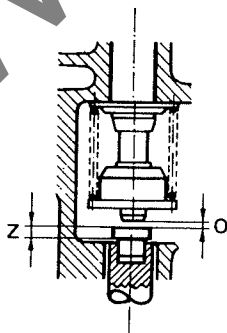

Bild 5
Ventilspiel (0, Bild 5) mit einer Fühlerlehre zwischen Ventilschaft und Stößelkopf messen. Der Stößel muss auf unterem Totpunkt stehen; d.h. das Ventil muss geschlossen sein. Die Stößelköpfe gibt es in verschiedenen Bodendicken (Z) von 1,9 mm bis 4,5 mm, in Abstufungen von 0,10 mm. Bei Bestellung gewünschte Bodendicke (Z, Bild 5) angeben. Durch Auswechseln der Stößelköpfe wird das Ventilspiel eingestellt.